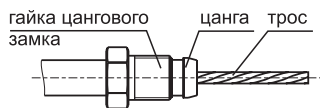

Рис. 5
9. Вручную снимите с корпуса привода гайку цангового замка и оденьте её, а также цангу, на оболочку троса до упора (см рис.5);